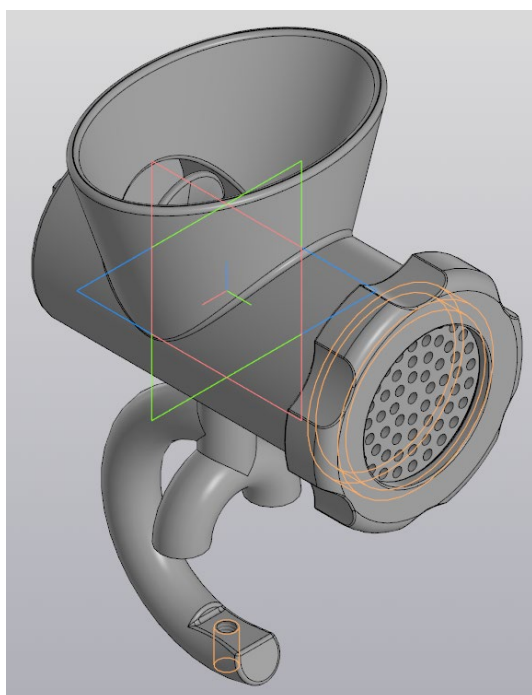

Рисунок 88 – Добавление крышки
- добавьте крышку на корпус (рис. 88),